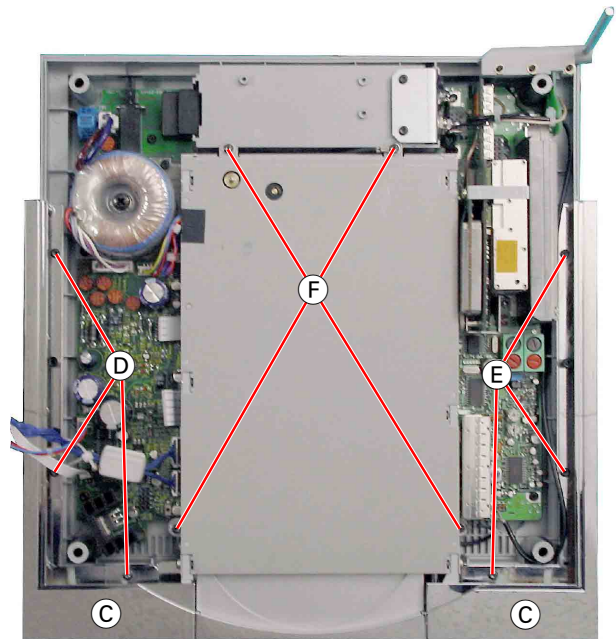

Fig. 2
- 3 Schrauben (D) und 3 Schrauben (E) herausdrehen und die Blenden (C) nach vorne abnehmen (Fig. 2).
- 4 Schrauben (F) herausdrehen und Laufwerk herausnehmen (Steckverbinder unter dem Laufwerk bei Bedarf öffnen).